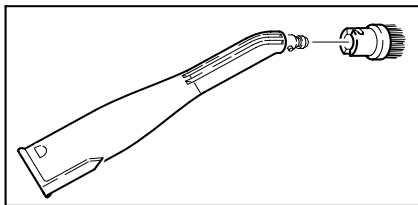

Ilustración 5
- ➔ La boquilla de chorro concentrado (D1) se puede utilizar con el cepillo circular (D2) (véase la fig. 5). Para ello coloque ambas entalladuras del accesorio adicional sobre los salientes de la boquilla de chorro concentrado.